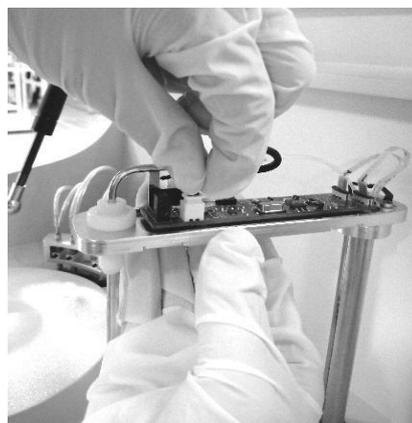

Figura 13-20 Remover cabo de sinal
3. Remova o cabo de sinal de nível líquido, precisa segurar o braço transversal por baixo com uma mão, segure o terminal 2P com a outra mão, remova o cabo de sinal de nível líquido. Note que não é possível puxar diretamente o cabo de sinal de nível líquido, para evitar a perda do terminal, como mostrado na figura 13-20.